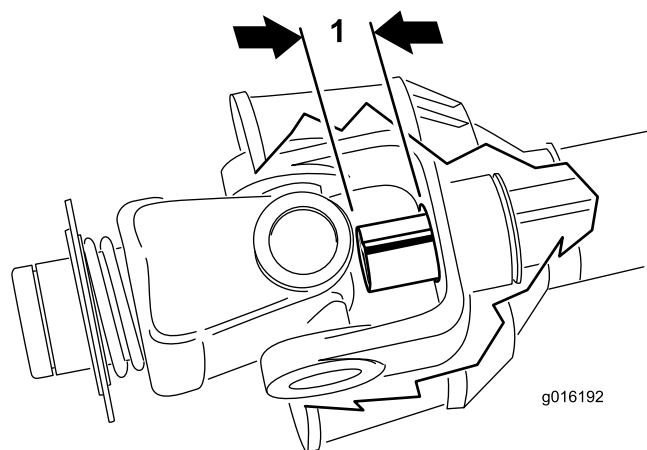

Figure 16
- Faites coulisser complètement les tubes d'arbre de PDF l'un dans l'autre. Vérifiez que le tube **intérieur** ne dépasse pas dans la partie joint universel du tube extérieur (Figure 16). Si cela se produit, **coupez un peu plus** du tube intérieur pour y remédier. Passez à l'étape suivante.
- Mesurez la longueur du dépassement du tube intérieur dans la partie joint universel du tube extérieur (Figure 16). Ajoutez cette mesure à la dimension obtenue à l'étape 8.